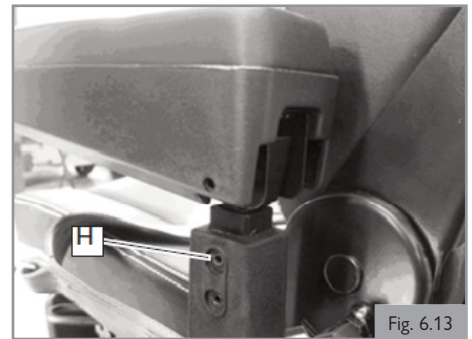

Fig. 6.13
1. À l'aide d'une clé hexagonale de 4 mm, desserrez les deux vis de réglage M5 (H) situées sur le logement d'accoudoir. (Fig. 6.13)